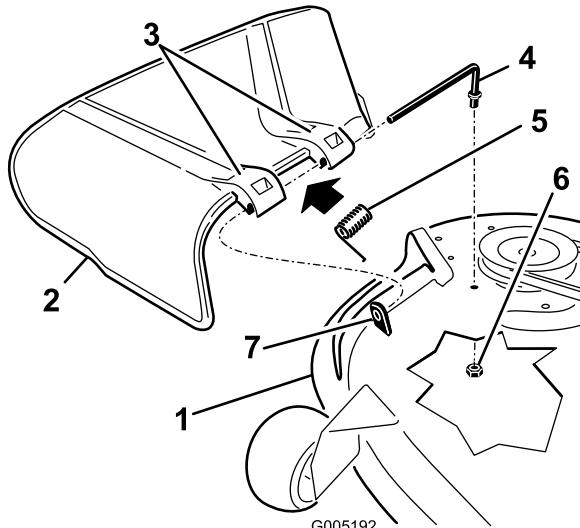

Figura 61
1. Localice los elementos mostrados en la Figura 61.
2. Retire la tuerca (3/8 pulg.) de la varilla (debajo del cortacésped) (Figura 61).
3. Retire la varilla del espaciador corto, del muelle y del deflector de hierba (Figura 61). Retire el deflector de hierba dañado o desgastado.
4. Vuelva a colocar el deflector de hierba (Figura 61).
deflector de hierba. Deslice la varilla por el segundo soporte del deflector de hierba (Figura 61).
- Introduzca la varilla, en la parte delantera del deflector de hierba, por el espaciador corto de la carcasa. Fije el extremo trasero de la varilla en el cortacésped con una tuerca (3/8 pulg.) (Figura 61).